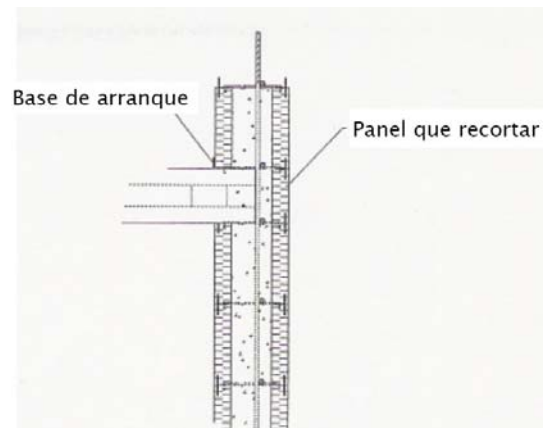

Figura 12.2.a Alineamiento de los paneles de bordes con la losa de concreto
- Use un panel de borde de la misma altura de la losa sea 20, 25 o 30 cm. (Figura 12.2.a).